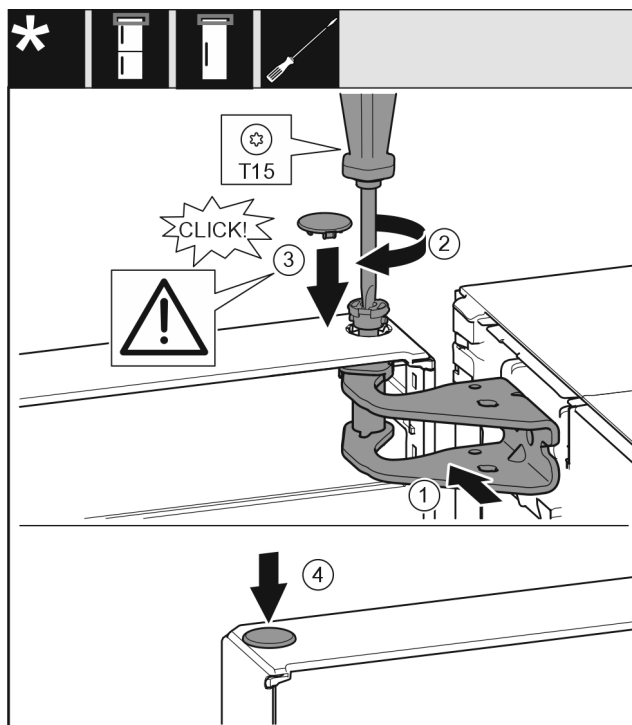

Fig. 22
- ▶ Justér døren foroven i forhold til åbningen i hængselbukken. Fig. 22 (1)
- ▶ Sæt boltten i, og skru den fast med skruetrækker T15. Fig. 22 (2)
- ▶ Montér sikringsafdækningen for at beskytte døren: Anbring sikringsafdækningen, og kontrollér, om det hviler på døren. Hvis dette ikke er tilfældet, skal boltten sættes helt i. Fig. 22 (3)
- ▶ Sæt propperne i. Fig. 22 (4)